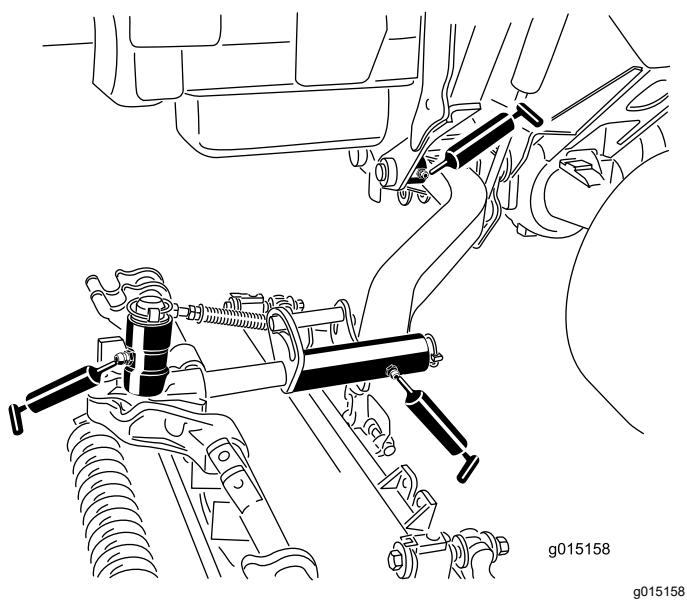

図 52
- ・ 昇降アームのピボットブッシュカッティングユニット 1台に1ヶ所 図52
- カッティングユニットのキャリアフレームカッティングユニット 1 台に 2ヶ所 図 52
- 昇降アームのピボットカッティングユニット 1 台に 1ヶ所 図 52